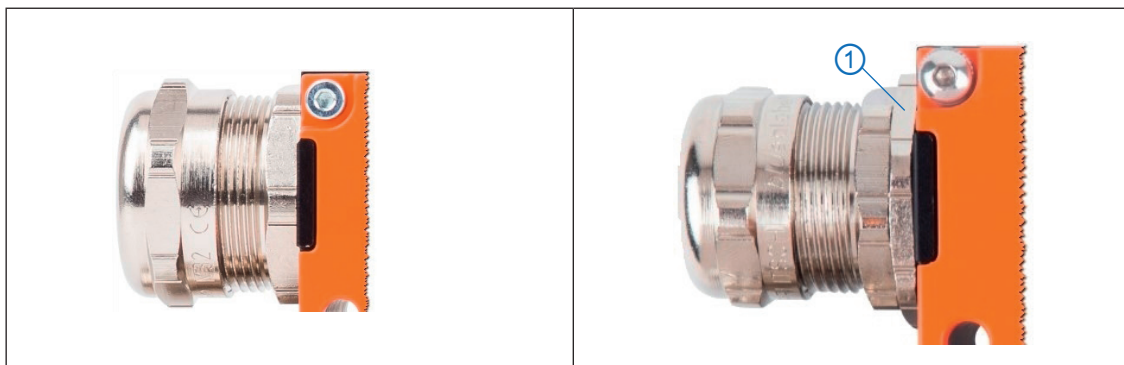

Abb. 8-3: Kabelverschraubung: links ohne Reduzierung, rechts mit Reduzierung
<p>Beachten Sie, dass sich durch die Verwendung einer Reduzierung die Länge einer Kabelverschraubung verändert. Wird bei einer M32 Kabelverschraubung eine Reduzierung für ein M25- oder M20-Gewinde verwendet, dann vergrößert sich die Länge der Kabelverschraubung um circa 4 mm (Abb. 8-3).</p>
Wird bei der Montage einer HV-Leitung eine Reduzierung verwendet, vergrößert sich dadurch die Länge der Kabelverschraubung um circa 4 mm (rechte Abbildung in Abb. 8-3, ①). Dadurch ändert sich auch der Abstand zwischen dem Kabelschuh und dem Bereich der HV-Leitung, der abisoliert werden muss.